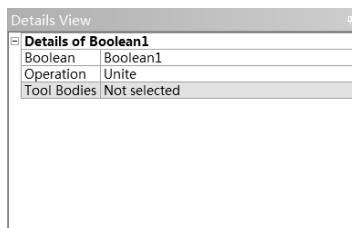

图 2-17 布尔运算设置面板
⑪ Slice Material(材料切片):需要在一个完全冻结的体上执行操作,对选中材料进行材料切片操作。
(12) Boolean(布尔运算):选择此命令会弹出如图 2-17 所示的布尔运算设置面板。